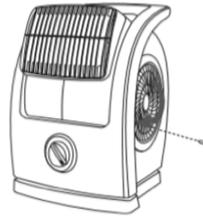

figura 3
2. Retira el tornillo del lado de la rejilla de entrada de aire como se muestra en la figura 3.